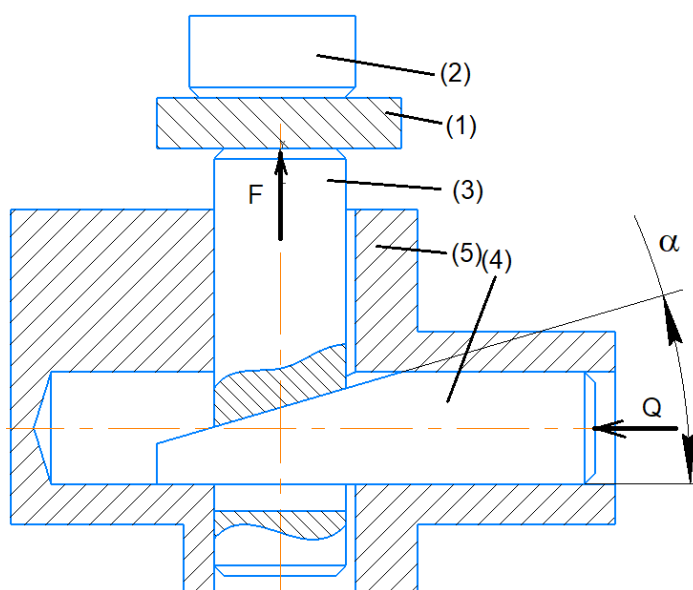

Рис. 6
Для обработки детали привода КИМ на фрезерном обрабатывающем центре возникла задача закрепления призматической заготовки. Для закрепления используется механизм, показанный на рис. 6. Заготовка (1) прижимается к опоре (2) с помощью плунжера (3), который находится в контакте с клином (4). Угол клина $\alpha=15^\circ$. Плунжер и клин опираются в корпус (5). Коэффициент трения между клином и корпусом равен $f_1=0,1$; коэффициент трения между плунжером и корпусом равен $f_2=0,2$; коэффициент трения между клином и плунжером равен $f_3=0,15$. Определить силу зажима F , действующую со стороны плунжера на заготовку, если известно, что сила привода $Q=100$ Н. КПД механизма $\eta=0,54$.